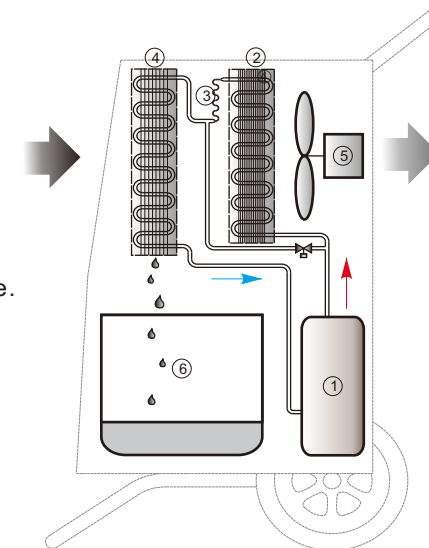

FIG.1
(Véase FIG.1) Los deshumidificadores MDR están diseñados basándose en el sistema de refrigeración por condensación. Dentro de este sistema hermético, las bombas de compresión (1) comprimen el refrigerante con gases a altas temperaturas y lo envían al condensador (2).